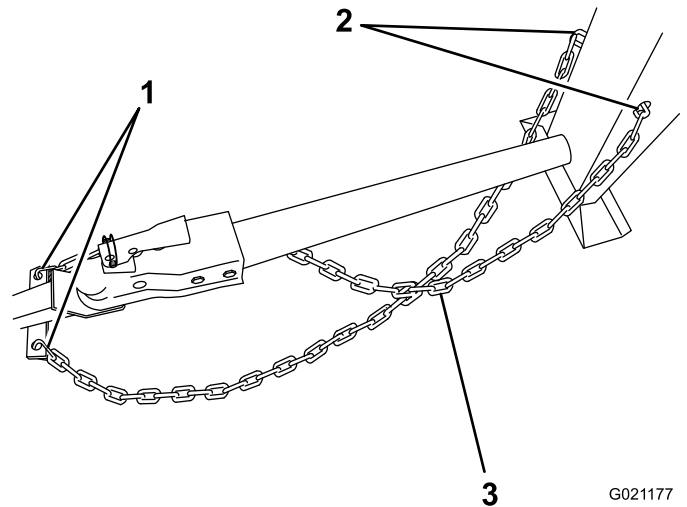
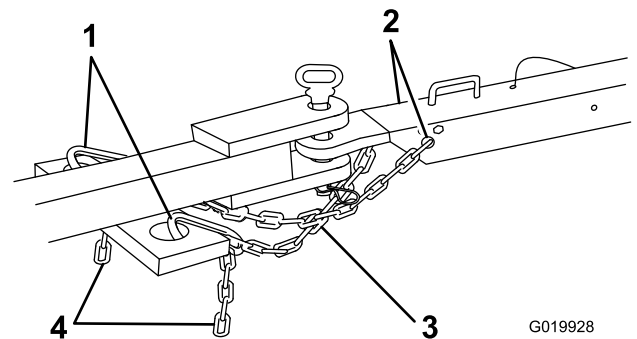

Figura 26
Figura 27
2. Cruce ambos tramos de cadena **debajo** de la barra de tracción (debajo de la lengüeta en el caso de los modelos de descarga frontal 68007C y 68008C). Modelos 68004C, 68006C, y 68009C: Consulte Figura 26. Modelos 68007C y 68008C: consulte Figura 27.